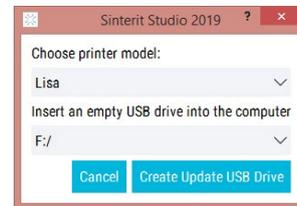

Abb. 4.1 Erstellen der Update-Dateien.
2. Wählen Sie das Druckermodell, das Sie aktualisieren möchten (Abb. 4.1).
3. Stecken Sie das USB-Laufwerk in den USB-Anschluss an Ihrem Computer und klicken Sie dann auf **„Create Update USB Drive“**. Der Vorgang kann einige Minuten dauern (Abb. 4.1).